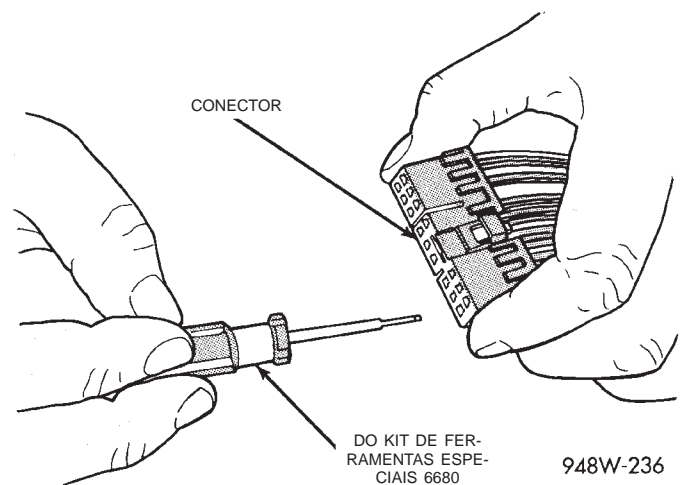

Fig. 20 Remoção do Terminal
(4) Posicione a garra de travamento do conector afastada do terminal, usando a ferramenta apropriada do kit de ferramentas especiais 6680. Puxe o fio para remover o terminal do conector (Fig. 20) (Fig. 21).
(5) Arme a lingüeta de trava do terminal caso possua uma.
(6) Introduza o fio removido na mesma cavidade do conector em conserto.
(7) Repita as etapas 4 a 6 para cada fio do conector, certificando-se de que todos os fios estejam colocados nas cavidades correspondentes. Para identificação adicional da pinagem, consulte os diagramas de fiação.
(8) Introduza a cunha de travamento no conector consertado, se necessário.
(9) Conecte o conector à sua metade de contato/componente.
(10) Conecte a bateria e teste todos os sistemas afetados.